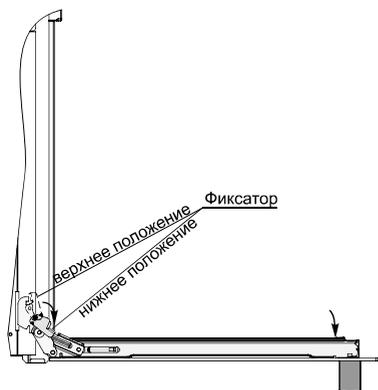

рис. 14
Для снятия дверцы нужно (см. рис. 14,15,16):
2. Повернуть фиксатор шарнира в крайнее нижнее положение см. рис. 14;